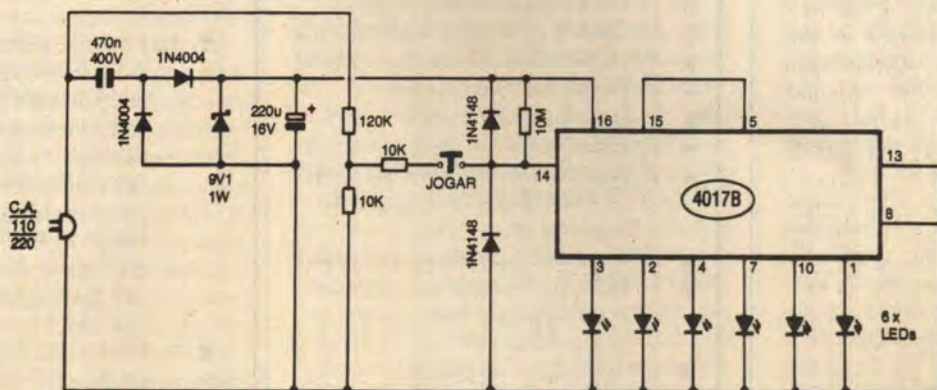

FIG. 1
**- FIG. 1 - DIAGRAMA ESQUEMÁTICO DO CIRCUITO (E ... COMO FUNCIONA...) -** Usamos no coração do circuito, justamente um Integrado C.MOS **4017**, contador de década, cujas bases Teóricas ainda estão "fresquinhas" na cabeça da turma, pois foram vistas "afá atrás", na "Aula" 25 do **ABCDE**...! Das 10 saídas disponíveis, usamos apenas 6, pela ordem presentes nos pinos 3-2-4-7-10-1... Para que, automaticamente, a contagem sempre se recicle a cada seis pulsos, a sétima saída do **4017** (pino 5) comanda a Entrada de *Reset* (pino 15), com o que o Integrado transforma-se num "contador de meia dúzia"... Veremos a conceituação teórica dessa possibilidade de "encurtar" a sequência do **4017**, já na próxima "Aula", razão pela qual não aprofundaremos o assunto agora... Cada uma das 6 Saídas excita diretamente um LED indicador (que, obviamente, apenas pode acender quando a respectiva Saída estiver "alta"...). Notar que o pino de *Clock Enable* (13) é mantido "baixo", para
**- FIG. 3 - LAY OUT DO CIRCUITO IMPRESSO ESPECÍFICO** - Os componentes não são muitos (basta uma nova olhada ao "esquema" - FIG. 1 - para comprovar isso...), mas preferimos "leiautar" a placa um pouco "grande", devido a alguns motivos lógicos: a incorporação do próprio *display* circular (ou hexagonal, dependendo da interpretação...) com os 6 LEDs (facilitando bastante ao montador, mesmo pouco experiente, um acabamento bonito e elegante à montagem...) e a presença do "capacitorzão" de poliéster, um componente meio "taludo" e que requer um bom espaço de placa para o seu posicionamento... De qualquer modo, o padrão cobreado (visto em tamanho natural na figura - podendo ser copiado diretamente, portanto...) ficou simples, fácil de reproduzir durante a confecção da placa... É só caprichar bastante, em cada etapa da realização do Impresso, conferindo tudo a cada passo (e ao final...), garantindo assim uma substrato perfeito para a montagem do circuito (uma grande porcentagem de "defeitos de funcionamento" verificados em montagens realizadas por principiantes, encontra suas